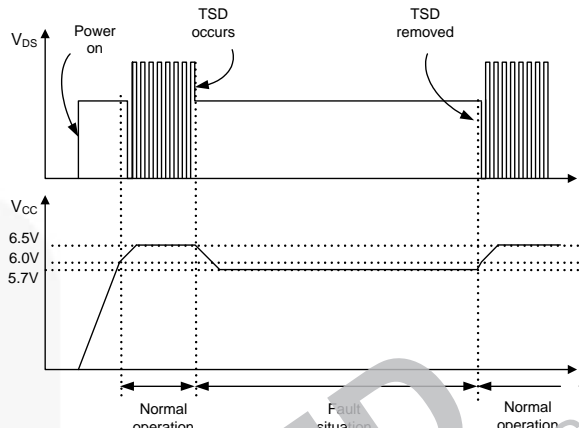

图 19. 过温保护 (OTP)
3.2 热关断 (TSD): senseFET 和控制 IC 设计在同一封装中, 使得控制 IC 能够轻松检测 senseFET 的异常过温情况。当温度超过大约 140°C 时, 触发热关断。触发热关断 (TSD) 时, 延迟电流被禁用, 开关操作停止, 并且通过内部高压电流源极的 V_{CC} 从 6.5V 变为 5.7V, 如图 19 所示。由于 TSD 信号禁止 senseFET 进行开关操作, 因此直到结温充分降低, 才会出现开关操作。通常, 如果结温低于 60°C, TSD 信号会被解除, 并且 V_{CC} 被再次设为 6.5V。当 V_{CC} 从 5.7V 增大到 6.5V 时, 软启动功能使 senseFET 在没有电压和/或电流应力的情况下导通和关断。